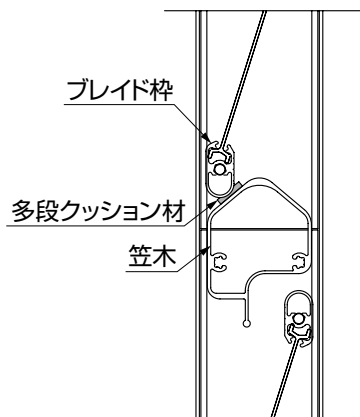
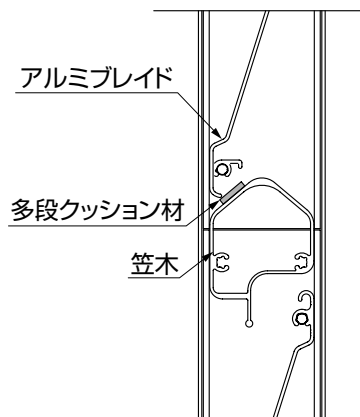

図3-5 S型・M型
図3-6 A型
- ①側枠を下ブラケットに差込んでください。
- ②下段フェンス本体を【4-2】(【5-2】)で主柱(端柱)に固定してください。
- ③多段クッション材を図3-5(図3-6)のように笠木の斜面中央(※1)に貼付けてください。
- ④上段フェンス本体を下段フェンス本体の上に取り付けてください。
- ①側柵を下ブラケットに差込んでください。
- ②下段フェンス本体を【7-2】でコーナー柵に固定してください。
- ③多段クッション材を図3-5(図3-6)のように笠木の斜面中央に貼付けてください。
- ④上段フェンス本体を下段フェンス本体の上に取付けてください。